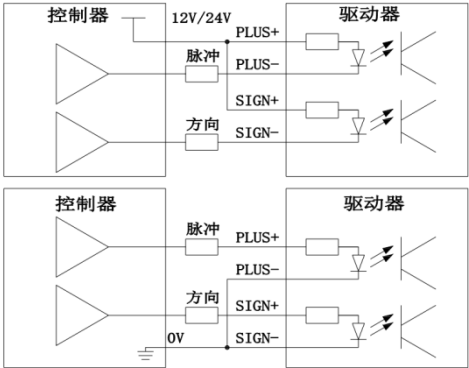

图 7-1 脉冲输入接线示意图
2) 确认脉冲接线方式正确。差分接线方式与单端接线方式参照图 7-1。